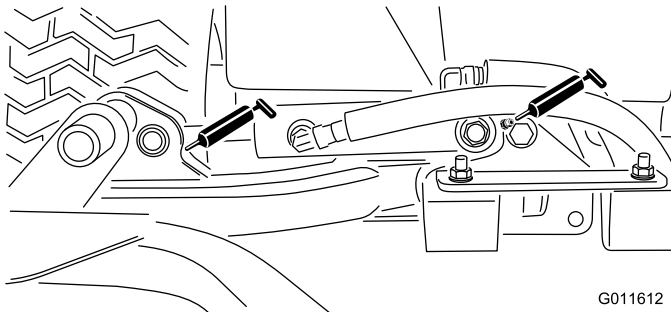

Figura 30
- Cilindros del brazo de elevación de la unidad de corte (2 en cada) (Figura 30)
- Pivotes del brazo de elevación (1 en cada) (Figura 30)